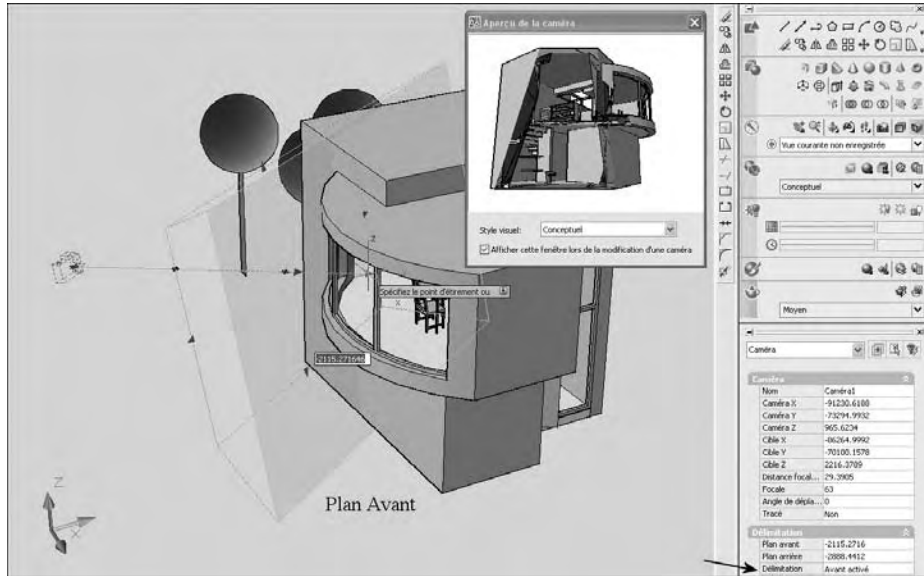

Fig.11.10
- 4 Pour l'option **Plan avant** (Front Plane) ou **Plan arrière** (Back Plane), déplacez les poignées de délimitation ou entrez des valeurs numériques (fig.11.10 – 11.11).